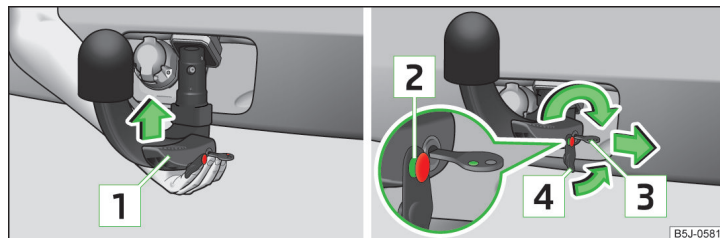

Fig. 120 Introducir la barra de cabeza esférica/bloquear el cierre y poner la tapa
- Agarre la barra de cabeza esférica **desde abajo** » fig. 120 y encájela en la cavidad del alojamiento hasta que se encastre de forma audible » **i**.
La palanca **1** » fig. 120 se gira **automáticamente** hacia arriba y el perno de desbloqueo **2** sale hacia fuera (su parte roja y verde es visible) » **i**.
- Coloque la tapa **4** » fig. 120 en el cierre en el sentido de la flecha » **j**.